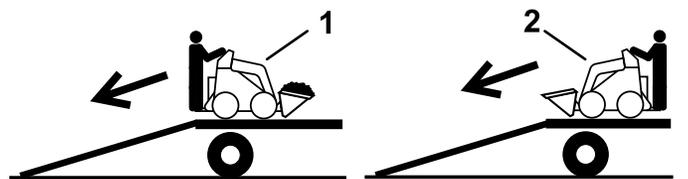

Рисунок 19
2. При выгрузке машины с прицепа по наклонному въезду более тяжелая часть машины должна быть обращена вверх, при этом грузы должны быть опущенными (Рисунок 19).